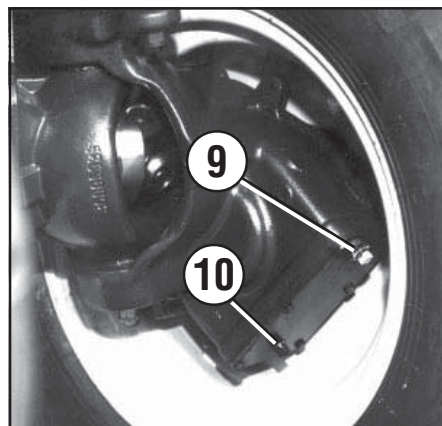

Fig. 70
- TRF-TRG: Töm oljan genom propparna (10 fig. 70) och fyll på genom propparnas öppningar (9 fig. 70).